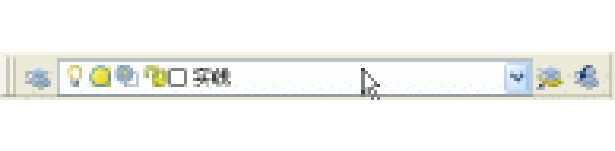

图 2-4-3
STEP 03 单击图层工具条上小三角符号，在弹出的下拉框中选择实线图层，效果如图 2-4-3 所示。以便下面画圆，其具体操作如下：